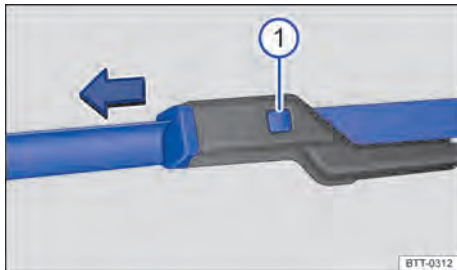

Fig. 102 Substituir as palhetas dos limpadores do para-brisa.
- Manter o botão de destravamento → Fig. 102 ⓘ pressionado e, ao mesmo tempo, puxar a palheta dos limpadores do para-brisa para fora, no sentido da seta.